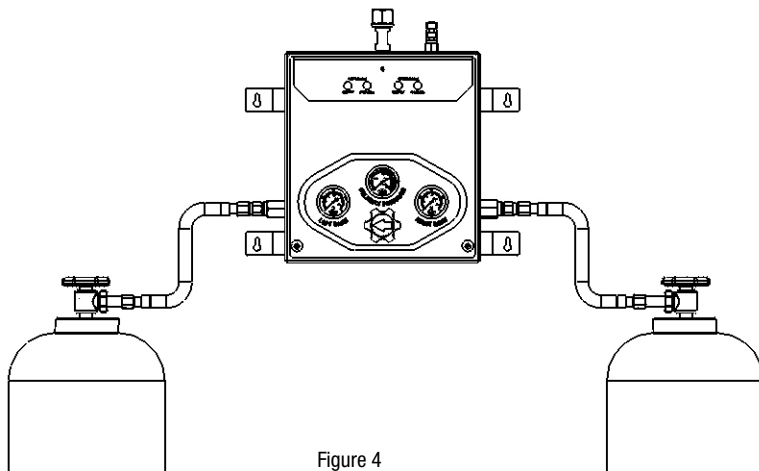

Figure 4
5. Si le système se compose d'une seule bouteille de chaque côté, sans barre de collecteur à gauche et à droite, reliez les bouteilles et les flexibles au boîtier du collecteur comme indiqué dans la figure 4. Par mesure de sécurité, les bouteilles doivent être attachées à l'aide de supports de montage en conformité avec l'OSHA et avec la réglementation locale ou nationale afin d'éviter un renversement accidentel. Serrez tous les raccords à l'aide d'une clef. Si le système est configuré avec plusieurs bouteilles de chaque côté, passez à l'étape 6. Dans le cas contraire, consultez la section Consignes d'utilisation.